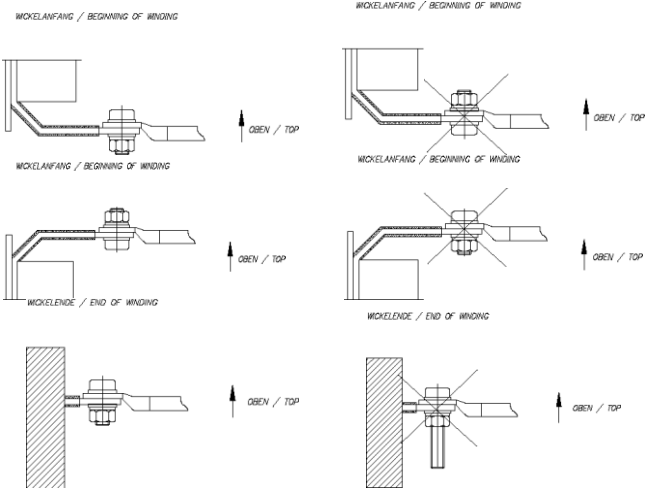

Abbildung 1: Prinzipskizzen Verschraubung am elektrischen Anschluss, Wickelanfang optional oben oder unten
Der notwendige Mindestabstand aufgrund der elektrischen Schlagweite am Anschluss ist dadurch sicherzustellen, dass der Kabel- oder Schienenanschluss verschraubt wird wie in Abbildung 1 prinzipiell dargestellt. Der Kabelschuh oder die Anschlusschiene ist oben auf dem Produktanschluss angeschraubt. Die Position der Schraubenköpfe wird durch die Lage des Wickelanfangs bestimmt. Ist der Wickelanfang unten am Wickel, so ist der Anschluss mit Schraubenkopf oben vorzunehmen (oben). Ist der Wickelanfang oberhalb des Wickels, dann sind die Schraubenköpfe unten (mittig). Am Wickelende werden die Schraubenköpfe oben positioniert (unten). Die Länge der Schrauben sollte möglichst kurz sein. Als Maximallänge sind in der Prüfung 50 mm Schraubenlänge vorgesehen.
- Verschrauben Sie den Anschluss immer so, wie in Abbildung 1 links dargestellt.